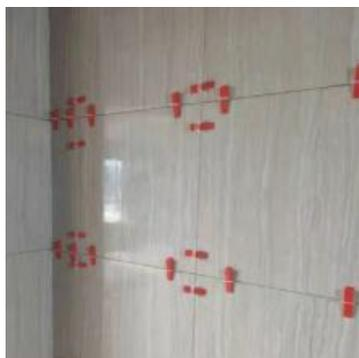

图 5 调平 T 形卡调整固定大板块墙砖
(8) 在调整干贴墙体砖时, 需要专门的定位 T 型夹板来确保大板块墙体的平整度 (见图 5)。